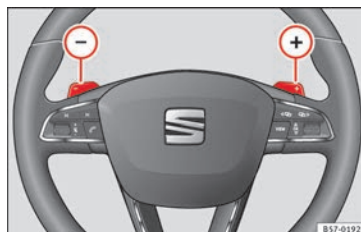

Fig. 200 Volant : palettes pour boîte automatique.
- Appuyez sur la plaquette (+) pour passer une vitesse supérieure » **fig. 200**.